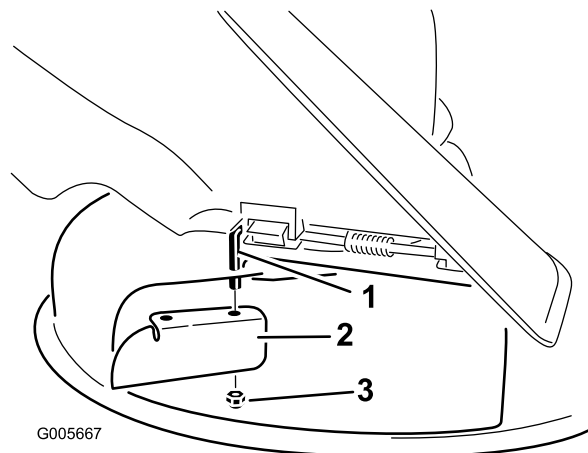

Figura 30
7. Instale la placa deflectora en la varilla de pivote (Figura 30).
3. Retire la placa deflectora de la carcasa de corte (Figura 30).